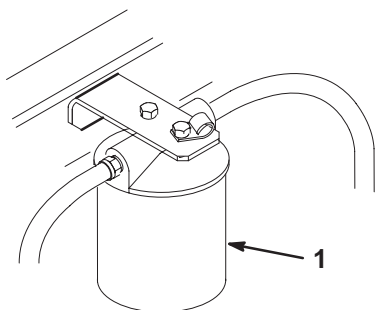

Figure 52
4. Placez un bac de vidange sous le filtre, déposez le filtre usagé et essuyez la surface du joint de l'adaptateur (Fig. 52).